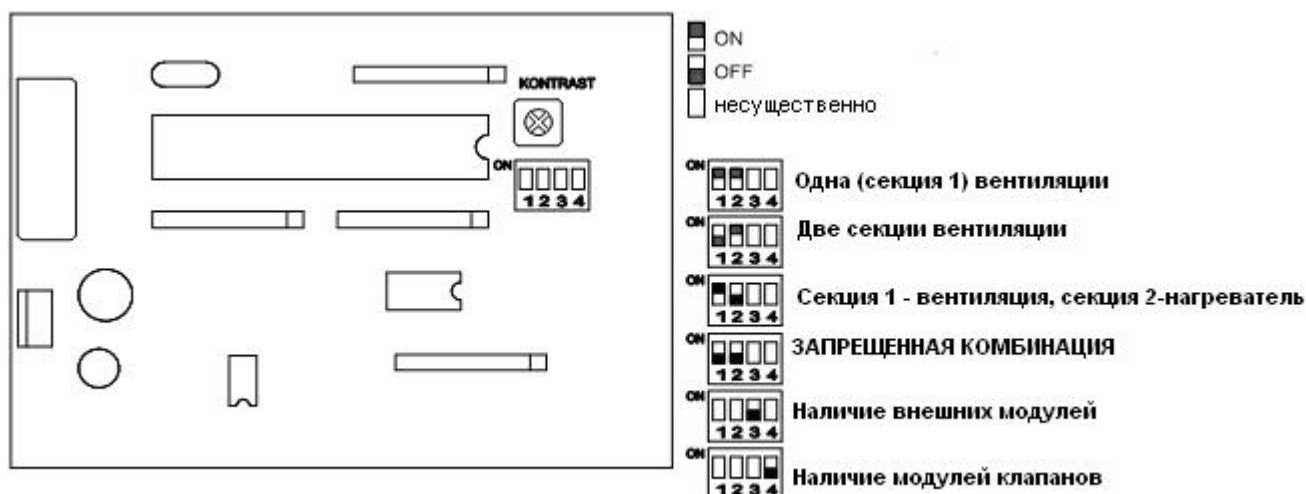

Рис. 2 Конфигурация джамперов регулятора COMBO-M
- Конфигурирование для работы с секциями и модулями выполняется переключением джамперов согласно схеме на **рис. 2**